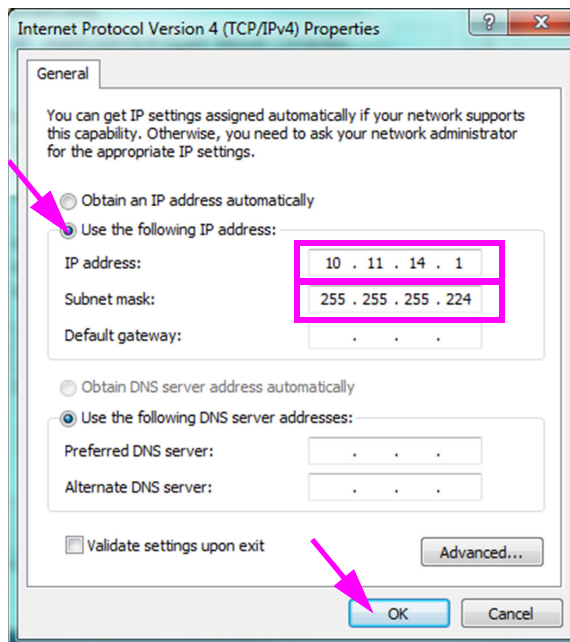

Abbildung 2-43. Bildschirm „Internet Protocol Version 4 (TCP/IPv4) Properties“ (Internetprotokoll, Version 4 (TCP/IPv4) – Eigenschaften)
9. Wählen Sie auf diesem Bildschirm **Use the following IP address:** (Folgende IP-Adresse verwenden:). Siehe Abbildung 2-43.